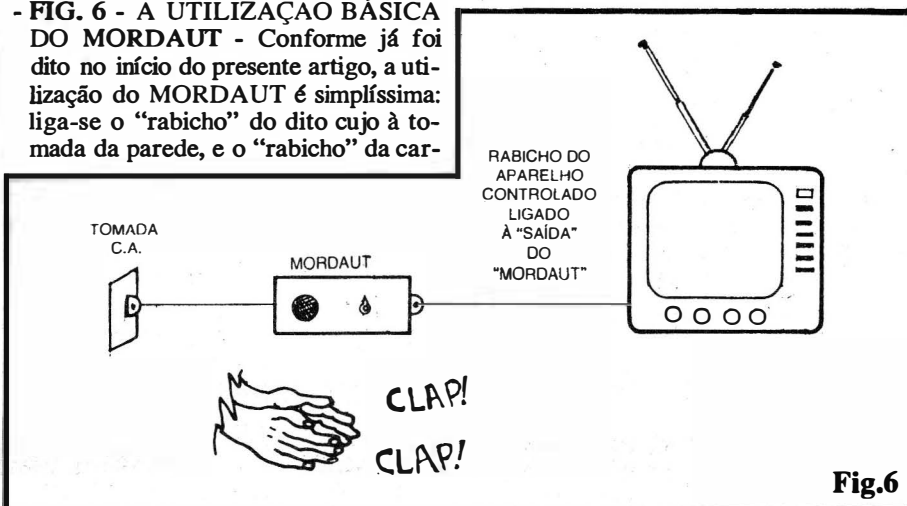

Fig.6
- **FIG. 6 - A UTILIZAÇÃO BÁSICA DO MORDAUT** - Conforme já foi dito no início do presente artigo, a utilização do MORDAUT é simplíssima: liga-se o "rabicho" do dito cujo à tomada da parede, e o "rabicho" da car-